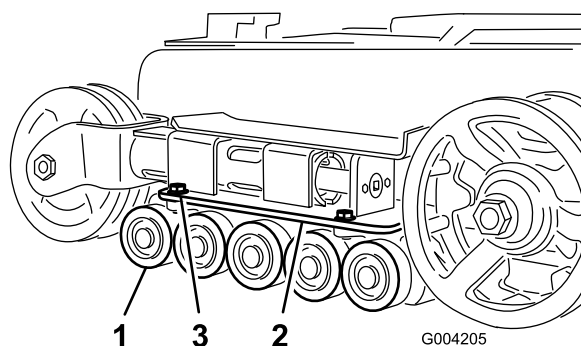

Figura 48
2. Rimuovere i 4 bulloni che fissano ciascuna guida inferiore dei cingoli che contiene le ruote non motrici e rimuoverle (Figura 48).